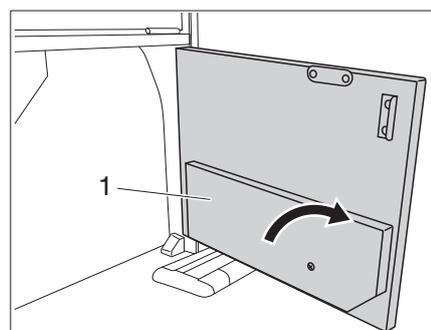

Fig. 29 Sportello di accesso all'alimentazione elettrica
▷ Il campo di cottura ad induzione può essere utilizzato soltanto se il sostegno (Fig. 29,1) è ribaltato.
- Ribaltare il sostegno (Fig. 29,1) di 90°.